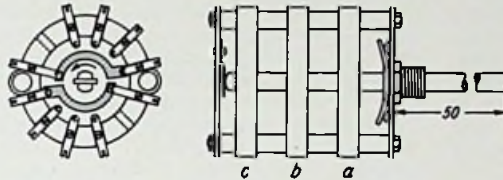

Bild 29. Meßartwähler; die drei Ebenen a, b und c haben die gleiche Kontaktanordnung. a = S 5 u. Reserve, b = S 3 und S 4, c = S 6 und S 7
- Schalter S 1...S 2 (Bereichsschalter), nach Zeichnung Bild 29, 2 Schaltarme mit je 6 Schaltstellungen (Mayr)
Bereichschalter und Meßartwähler wurden aus den Einzelteilen eines Mayr-Schalterbaukastens nach Bild 29 und 30 zusammengesetzt. Bei der Verdrahtung ist darauf zu achten, daß S 6 und S 7 auf eine Ebene zu liegen kommen. Auf diese Weise wird vermieden, daß die positive Anodenspannung auf die am Gitter liegenden Segmente S 3 bis S 5 gelangen kann.